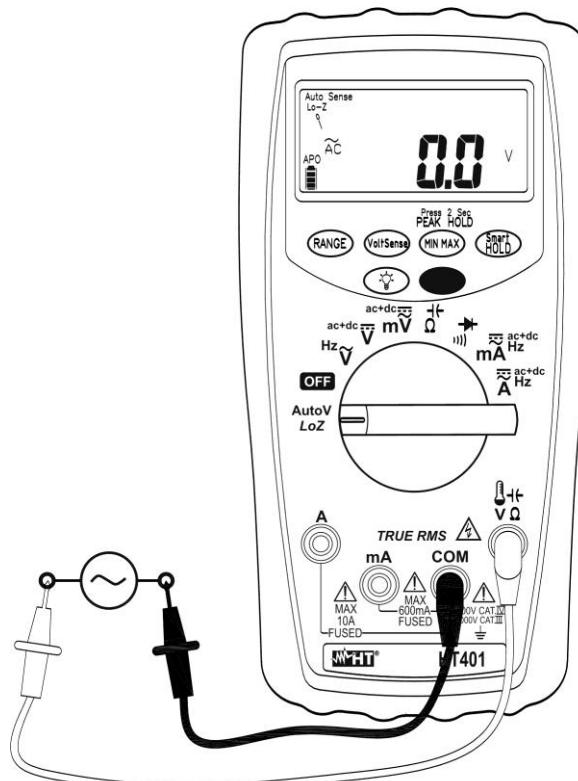

Fig. 4: Mesure de Tension AC avec basse impédance (LoZ)
3. Positionner l'embout rouge et l'embout noir respectivement dans les points à potentiel positif et négatif du circuit sous test (voir la Fig. 4). La valeur de tension est affichée